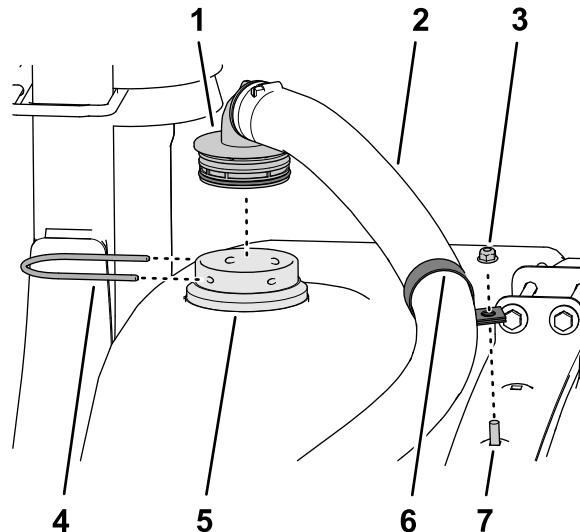

Figura 29
4. Instale um grampo em R sobre o conjunto dos tubos do misturador (Figura 29).
5. Monte a união estriada de 90° do conjunto dos tubos do misturador na união do anteparo e prenda a união estriada na união do anteparo com um retentor (Figura 29).
6. Monte, sem apertar, o grampo em R no parafuso de carroçaria e prenda o grampo (Figura 29) com uma porca de bloqueio flangeada (5/16 pol.).
Nota: Se necessário, ajuste a posição do grampo em R para alinhar o tubo do misturador (Figura 29).